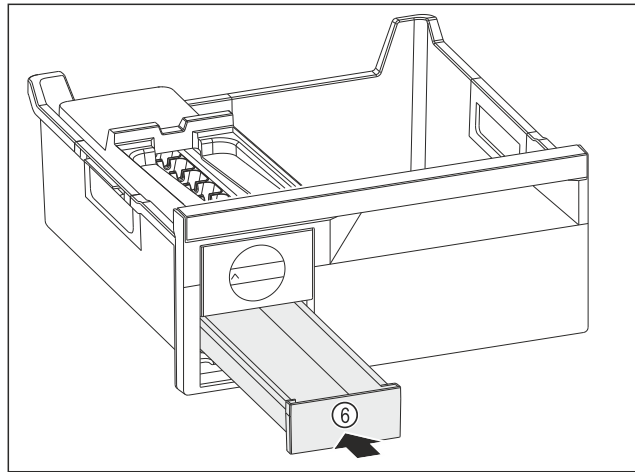

Fig. 123
- ▶ Eiswürfelschubfach Fig. 123 (6) einschieben.